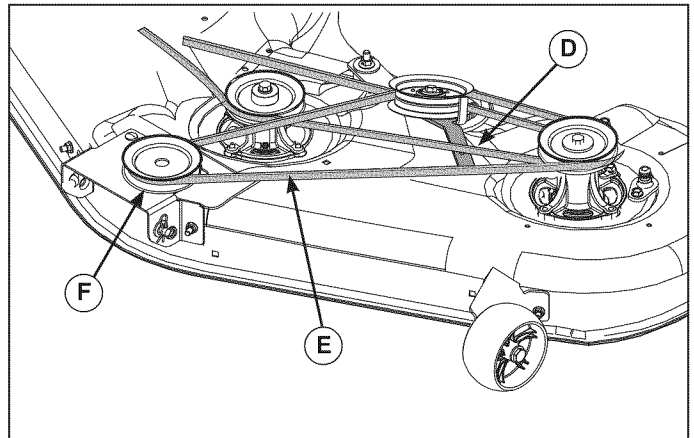

Figura 20
6. Jale la palanca de la polea libre (D, Figura 20) para liberar la tensión de la correa. Quite la correa (E) de la polea de la toma de fuerza (F).
4. Jale la palanca de la polea libre (**D**, Figura 20) para liberar la tensión de la correa. Instale la correa (**E**) en la polea de la toma de fuerza (**F**).